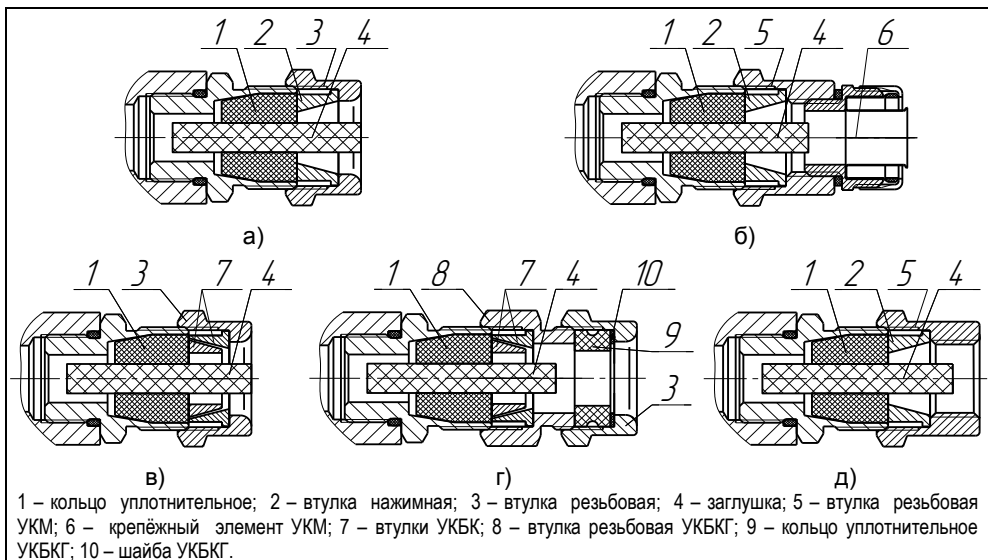

Рисунок 3 – Элементы кабельных вводов:
1.4.3 Корпус изготавливается с кабельными вводами **D12** и **D18** (см.рисунок 3). Кабельные вводы крепятся к корпусу с помощью резьбовых соединений.
Кабельные вводы, изготавливаемые по умолчанию, (см. рисунок 3, а) содержат кольцо уплотнительное 1, втулку нажимную 2, втулку резьбовую 3, заглушку 4.
Варианты исполнения кабельных вводов с устройством крепления металлорукава содержат втулку резьбовую 5 с резьбой под крепёжный элемент 6, в котором фиксируется металлорукав (см. рисунок 3, б). Кабельный ввод **D12** имеет варианты исполнения **УКМ10**, **УКМ12**, **УКМ15** и **УКМ20** для крепления металлорукава с внутренним диаметром 10, 12, 15 и 20 мм соответственно. Кабельный ввод **D18** имеет вариант исполнения **УКМ20** для крепления металлорукава с внутренним диаметром 20 мм.
Варианты исполнения кабельных вводов с устройством крепления бронированного кабеля содержат втулки 7 (см. рисунок 3, в). Фиксация брони кабеля осуществляется между втулками 7 при наворачивании втулки резьбовой 3. Кабельный ввод **D12** имеет вариант исполнения **УКБК16** для крепления бронированного кабеля с наружным диаметром до 16 мм. Кабельный ввод **D18** имеет вариант исполнения **УКБК21** для крепления бронированного кабеля с наружным диаметром до 21 мм. Варианты УКБК обеспечивают надежное электрическое соединение брони кабеля с корпусом преобразователя.
Варианты исполнения кабельных вводов с герметизированным устройством крепления бронированного кабеля (см. рисунок 3, г) содержат втулки 7 для фиксации брони кабеля при наворачивании втулки резьбовой 8, а также кольцо уплотнительное 9, шайбу 10 и втулку резьбовую 3 для герметизации по оболочке кабеля. Данный вариант кабельного ввода комплектуется двумя кольцами уплотнительными 9. Одно кольцо устанавливается в кабельный ввод, другое прикладывается. Каждое кольцо имеет свой диапазон допустимых наружных диаметров монтируемого кабеля. Кабельный ввод **D12** имеет вариант исполнения **УКБКГ16** для крепления бронированного кабеля с диаметром по броне до 16 мм и наружным диаметром от 10 до 15 мм или от 14 до 19 мм. Кабельный ввод **D18** имеет вариант исполнения **УКБКГ21** для крепления бронированного кабеля с диаметром по броне до 21 мм и наружным диаметром от 15 до 20 мм или от 19 до 24 мм. Варианты УКБКГ обеспечивают надежное электрическое соединение брони кабеля с корпусом преобразователя.
Варианты исполнения кабельных вводов с устройством крепления трубы содержат втулку резьбовую 5 с внутренней резьбой под крепление трубы (см. рисунок 3, д). Кабельный ввод **D12** имеет вариант исполнения **УКТ1/2** для крепления трубы с наружной резьбой G 1/2. Кабельный ввод **D18** имеет вариант исполнения **УКТ3/4** для крепления трубы с наружной резьбой G 3/4.